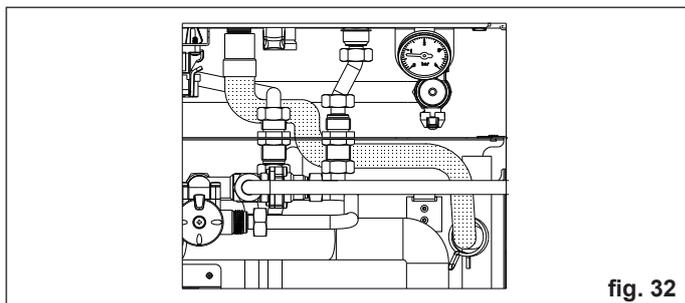

fig. 32
- Collegare la valvola di sicurezza 3 bar della caldaia al tubo corrugato proveniente dal modulo e bloccare con le fascette stringi tubo (fig. 32).